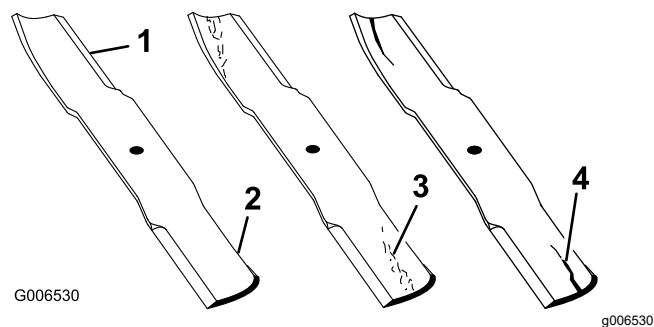

Figure 88
1. Examinez le tranchant des lames (Figure 88).
4. Remplacez immédiatement toute lame fendue, usée ou qui présente une entaille sur cette partie (Figure 88).